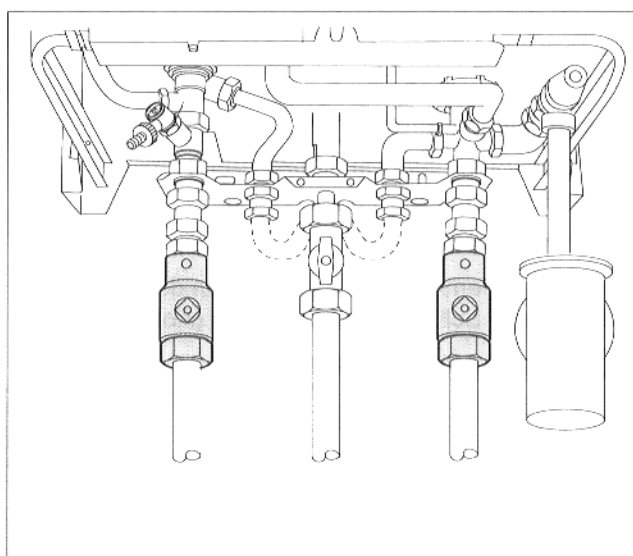

Abb. 9 Wartungshähne
- Wartungshähne an Vor- und Rücklaufanschluß öffnen (Abb. 9).